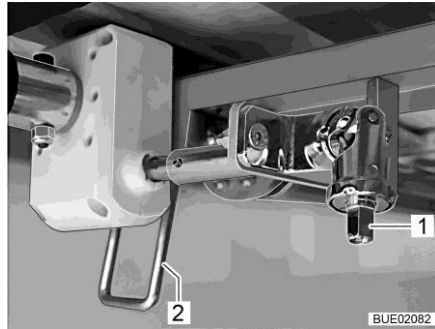

Fig. 136 Ajuste de la altura
- Encajar la manivela en la espiga (Fig. 136,1).
- Girar la palanca (Fig. 136,2) hacia abajo, a la posición vertical.
- Girar la palanca (Fig. 136,2) hacia arriba, a la posición horizontal.